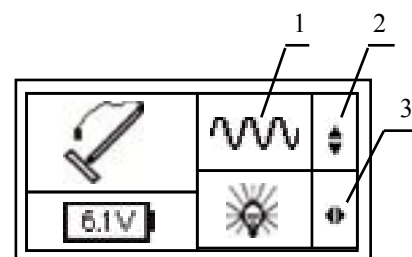

Рис.11
5.2.2 В «стартовом» окне рис.11 на индикаторе приемника проверить:
5.2.3 Проверить вид принимаемого сигнала поз.1 рис.11. Принимаемый сигнал «непрерывный » выбирается автоматически. При появлении на индикаторе значка «импульсный », что могло произойти в результате случайного нажатия на кнопки, следует выбрать в стартовом окне символ «непрерывный » любой из кнопок / поз.9 рис.10. (см. подсказку поз.2 рис.11)
5.2.4 Установить необходимый уровень подсветки индикатора приемника, используя для этого кнопки / поз.4 рис.16 (см. подсказку поз.3 рис.11).